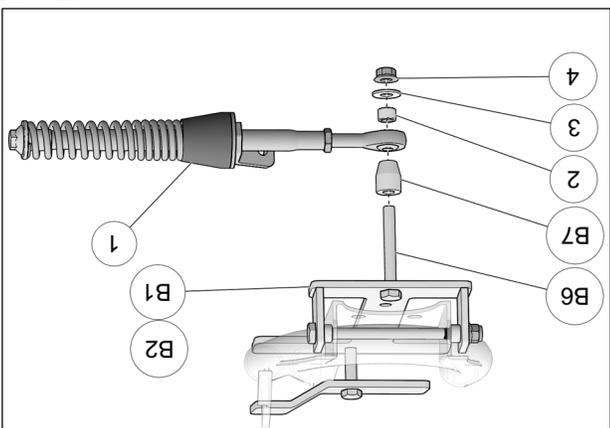

Fig. 12
10. Fixer le bras stabilisateur (1) à l'ancrage de suspension (B1-B2) à l'aide du boulon (B6), de l'espacement long (B7), de l'espacement court (2), de la rondelle (3) et de l'écrou autobloquant (4). Serrer à un couple de 70 N•m [52 lb•pi]. Voir la Fig. 12